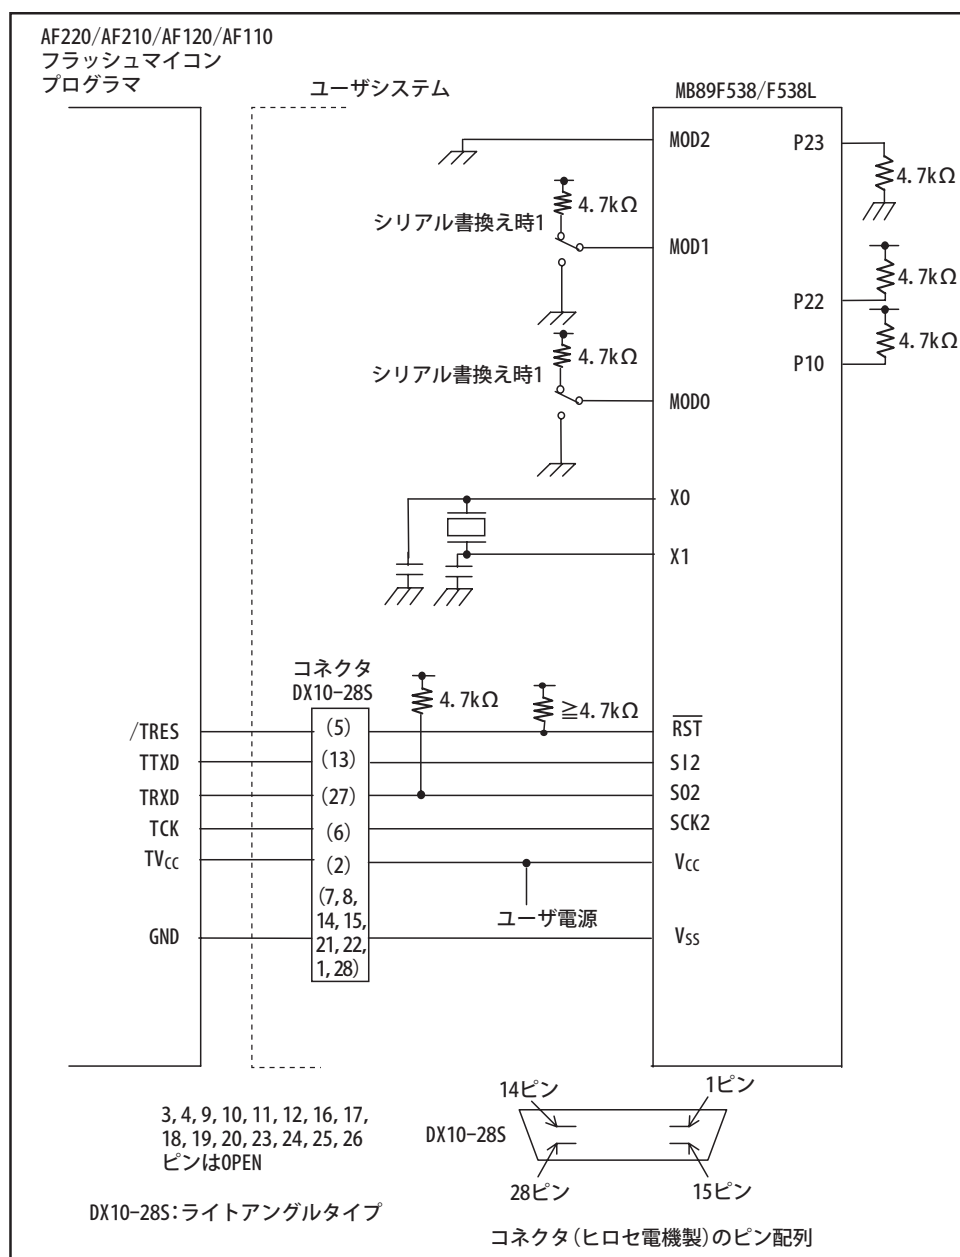

図 23.4-1 MB89F538/F538L フラッシュマイコンプログラムの接続例 (ユーザ電源使用時)
シリアル書込み時に，各端子を図 23.4-1 のように設定した場合は，MOD1, MOD0 とフラッシュマイコンプログラムの接続は必要ありません。
フラッシュマイコンプログラムの最小限の接続例(ユーザ電源使用時)を図 23.4-1 に示します。
- 図 23.4-1 に示す MB89F538/F538L フラッシュマイコンプログラマとの接続例（ユーザ電源使用時）のプルアップ抵抗、プルダウン抵抗の値は参考です。また、ノイズの影響により、MOD0, MOD1 端子の入力レベルが変動する可能性がある場合には、コンデンサを接続したノイズ対策をしてください。